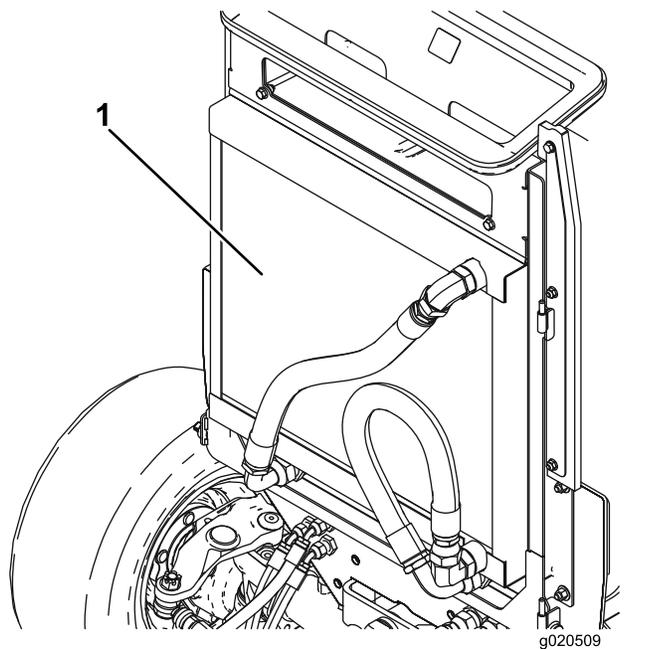

Figura 50
2. Limpe ambos os lados do radiador/refrigerador (Figura 50) com ar comprimido. Comece a partir da parte frontal e sopre os detritos para fora na direção da parte posterior. Depois, limpe a partir da parte posterior e sopre na direção da parte frontal. Repita o procedimento várias vezes até remover toda a sujidade e detritos.